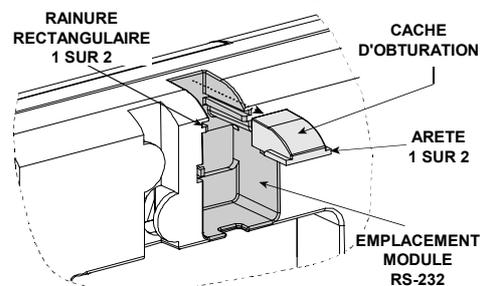

Figure 27. Enlever le cache emplacement module RS232
- Enlever le cache plastique (voir Figure 27).